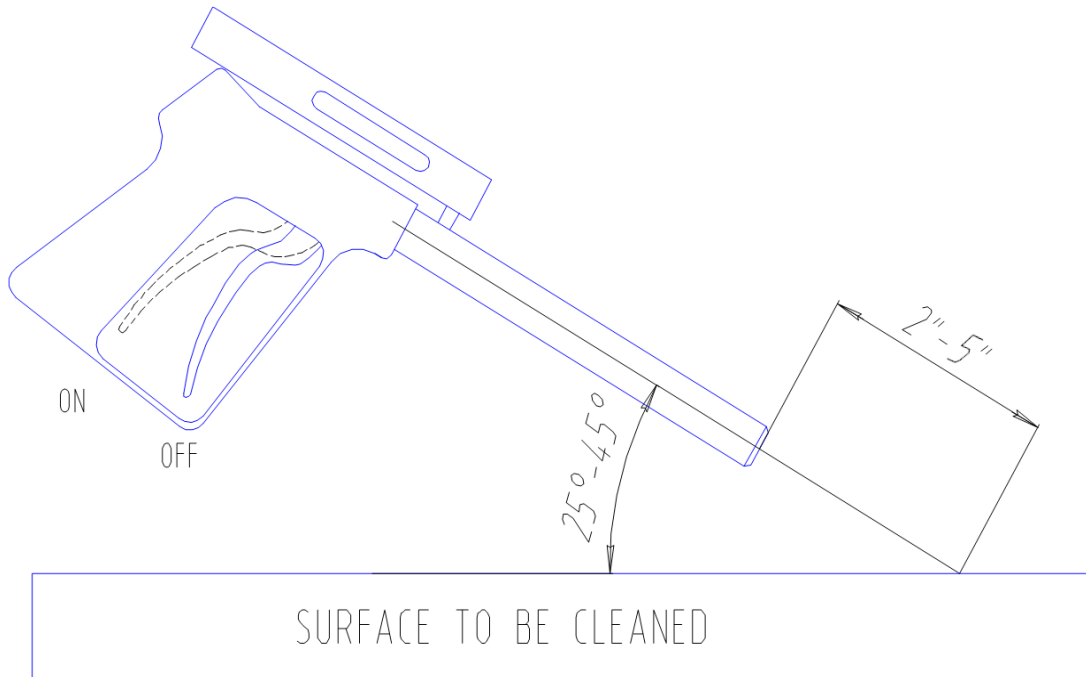

Figura 5.3 - Posición de la pistola para obtener los mejores resultados
- 9) Jale el gatillo de la pistola a la posición abierta u ON. (Ver figura 5.3)
- 2) Active la corriente de cavitación de limpieza apretando el gatillo a la posición abierta u "ENCENDIDO" (consulte la Figura 5.3). Suelte el gatillo para detener el flujo de agua y dirigirlo a la derivación.
- 3) Si el buzo que opera la unidad debe ser reemplazado o la operación de limpieza debe interrumpirse o terminarse, apague la unidad **y luego libere la presión del agua en la (s) manguera (s) apretando el gatillo de la pistola a la posición abierta u "ENCENDIDO" (Ver Figura 5.3) mientras está bajo el agua.** Vuelva al paso 5.2 de las instrucciones de funcionamiento cuando el buzo o el reemplazo esté listo para continuar la limpieza.
- Jale el gatillo de la pistola a la posición abierta u "ENCENDIDO" (consulte la Figura 5.3).
Cuando el buzo esté listo para comenzar las operaciones de limpieza, asegúrese de que el gatillo de la pistola esté en la posición abierta u "ENCENDIDO" (ver Figura 5.3), la pistola está sumergida en el agua y la bomba de alimentación está funcionando antes de arrancar el motor eléctrico. Asegúrese de que el operador de la unidad y otras personas que trabajen cerca de la unidad usen protección auditiva adecuada cuando la unidad esté funcionando.
2. La técnica de operación más eficiente es mantener la boquilla a 5 a 12 cms (2-5 pulgadas) de la superficie a limpiar y en un ángulo de 25 a 45 grados con respecto a la superficie que se va a limpiar (ver Figura 5.3). El buzo necesita observar la forma del cono de chorro de cavitación. A mayores profundidades, la presión ambiental más alta hará que el cono del chorro sea más corto. La zona más ancha del cono es la parte más eficiente del chorro de cavitación. Colocar la boquilla a menos de 5 cms (2 pulgadas) de la superficie a limpiar no permitirá un rendimiento de cavitación eficiente y degradará la capacidad de limpieza del sistema CaviBlaster®.
4. Si el buzo que opera la unidad debe ser reemplazado o la operación de limpieza debe interrumpirse o terminarse, apague la unidad **y luego libere la presión del agua en la (s) manguera (s) apretando el gatillo de la pistola a la posición abierta u "ENCENDIDO" (Ver Figura 5.3) mientras está bajo el agua.** Vuelva al paso 5.2 de las instrucciones de funcionamiento cuando el buzo o el reemplazo esté listo para continuar la limpieza.
5. Apriete el gatillo de la pistola a la posición abierta u "ENCENDIDO" (consulte la Figura 5.3) para liberar la presión de agua que queda en la (s) manguera (s) mientras la pistola está sumergida.